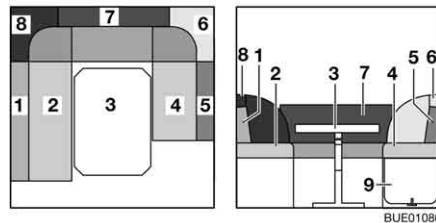

Fig. 107 Avant la transformation
- Convertir la table (Fig. 107,3) en sommier de lit (voir paragraphe 6.12).
- Déverrouiller et rabattre la rallonge du coffre de banquette (Fig. 107,9) vers le haut.